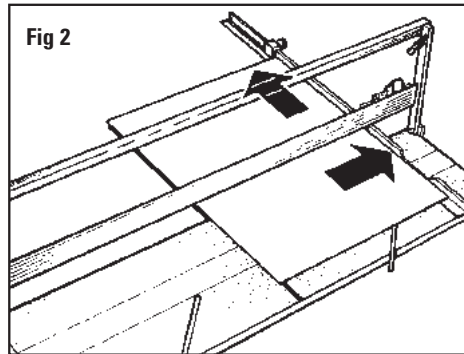

Fig 2
2. Heben Sie die Schneidchiene mit dem Griff an und schieben Sie den Passepartoutkarton darunter. Schieben Sie den Karton bis an den Anschlagstopp fest an den Anschlagarm. Abb. 2
2. Eleve la barra de corte y deslice el tablero de lámina perimétrica a lo largo del brazo de escuadra hasta que haga contacto con el tope del brazo de escuadra. Fig. 2
2. Sollevare la barra di taglio e far scorrere il cartoncino lungo il braccio di squadatura finché non tocchi l'arresto del braccio di squadatura. Fig. 2
4. Abaissez le guide rail avec la poignée. Avec un crayon, tracez une ligne au dos du passe-partout en vous servant du rail parallèle comme règle. Recommencez pour les trois autres côtés du passe-partout. Fig. 2
4. Klappen Sie den Griff nach unten. Ziehen Sie auf der Rückseite des Kartons eine Bleistiftlinie entlang des linken Randes der Schneidschiene. Wiederholen Sie dies für die drei weiteren Seiten des Passepartoutkartons. Abb. 2